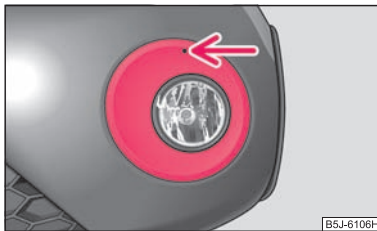

Fig. 167 Bara de protecție față: Roomster Scout
- Introduceți mânerul de sârmă din trusa de scule, în orificiul de deasupra proiectorului de ceață ⇒ fig. 167 și scoateți capacul. ■